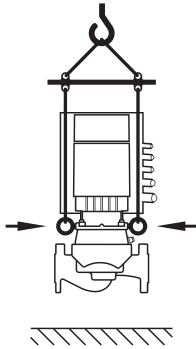

Fig. 8: Транспортировка насоса
- Транспортировку насоса следует проводить с помощью разрешенных грузозахватных приспособлений (например, стали, крана и т. д.). Закрепление приспособлений должно осуществляться с использованием транспортировочных проушин на фланце электродвигателя (Fig. 8, в данном случае: направление поднятия с вертикальным валом электродвигателя).